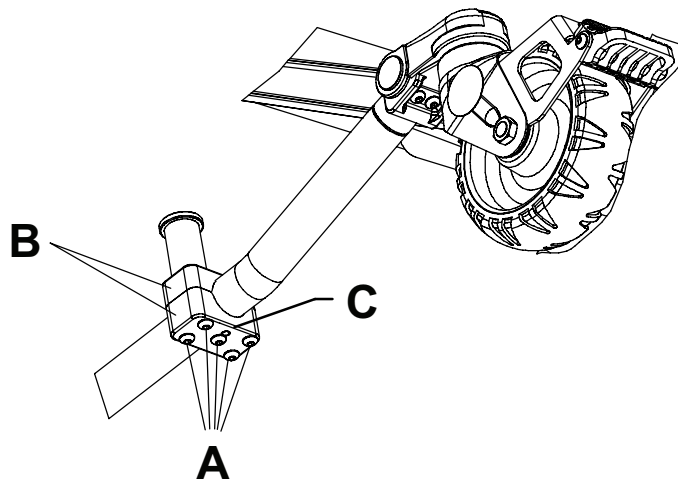

Figure 3 – Réglage du montant de retenue de la civière
1. À l'aide d'une clé Torx T30, retirer les cinq boulons (A) qui fixent les deux supports du montant de retenue (B) au châssis de la base (Figure 3).
2. Remettre en place les boulons retirés à l'étape 1. Installer le boulon central dans l'autre trou au centre du support inférieur (C) (Figure 3).